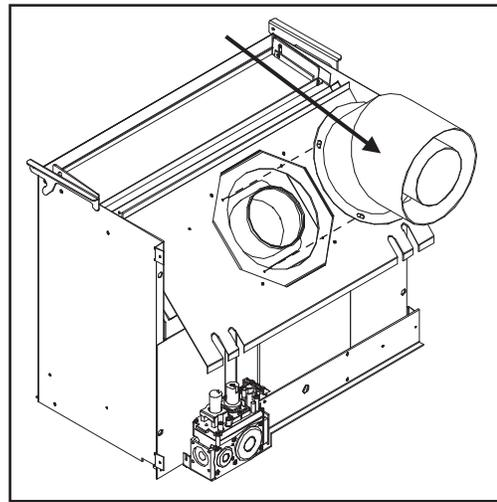

Figure 46: Etape 4 Conversion Top évacué dans arrièredéchargé.
4. Tournez le coude à la position de ventilation arrière et re-fixez avec les vis retirées à l'étape 2 (voir Figure 46).